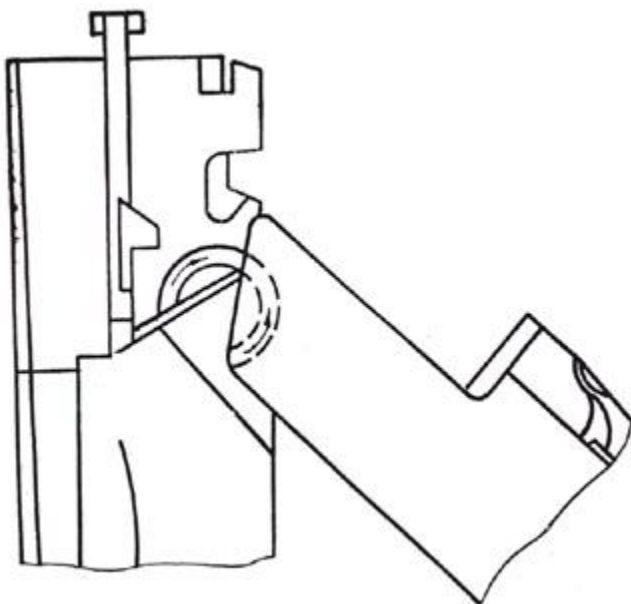

Рис. 4. Схема сборки стволов с коробкой
- б) совместите кольцевые направляющие стволов и коробки (рис. 4);